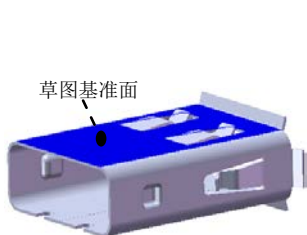

图 10.97 草图基准面
- (1) 选择命令。选择下拉菜单 **插入(I)** → **切除(C)** → **拉伸(E)...** 命令。
- (2) 定义特征的横断面草图。选取图 10.97 所示的表面作为草图基准面，在草图平面中